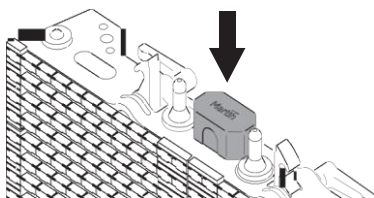

Рисунок 4: Колпачок разъема
5. Удалить поставляемые резиновые колпачки (см. Рисунок 4) и сохранить их для последующего применения.